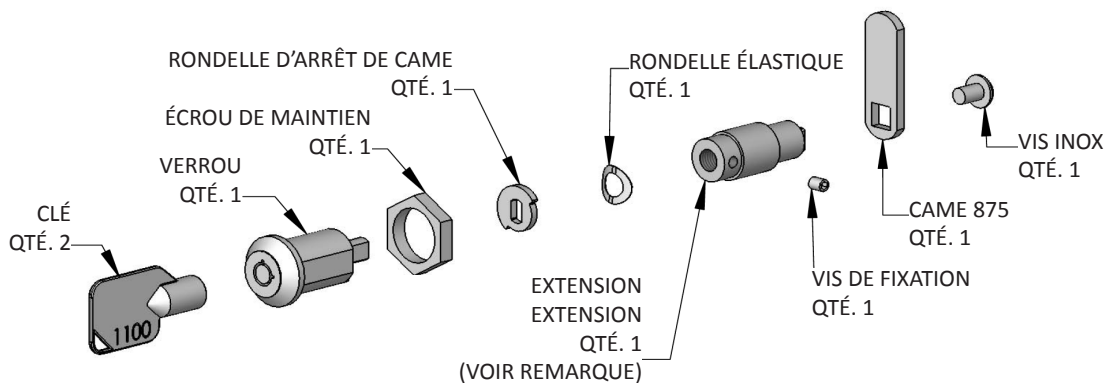

Figure 12
Deux (2) extensions de verrouillage sont fournies avec le verrou. Utilisez l'extension la plus longue pour un panneau de revêtement d'épaisseur $\frac{3}{4}$ " et la plus courte pour un panneau d'épaisseur $\frac{5}{8}$ ". Assemblez l'extension de verrouillage, une rondelle d'arrêt de came, une rondelle élastique et une vis de fixation sur le verrou comme montré aux Figures 12 et 13.